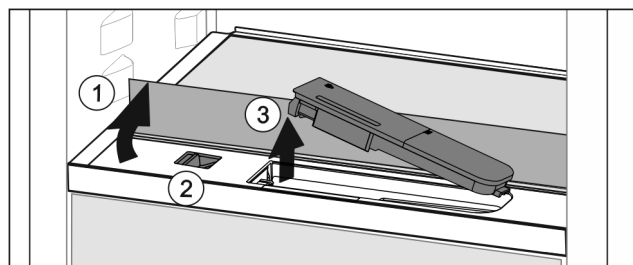

Fig. 152
- Glasplaat heffen en tot de aanslag naar achter klappen Fig. 152 (1).
- Schuif Fig. 152 (2) naar links schuiven.
- Waterreservoir eruit halen Fig. 152 (3).